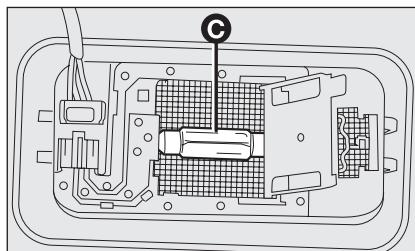

fig. 27
- reemplace la bombilla **C**-fig. 27 liberándola de los contactos laterales. A continuación, inserte la nueva bombilla asegurándose de que está correctamente sujetada entre los contactos;